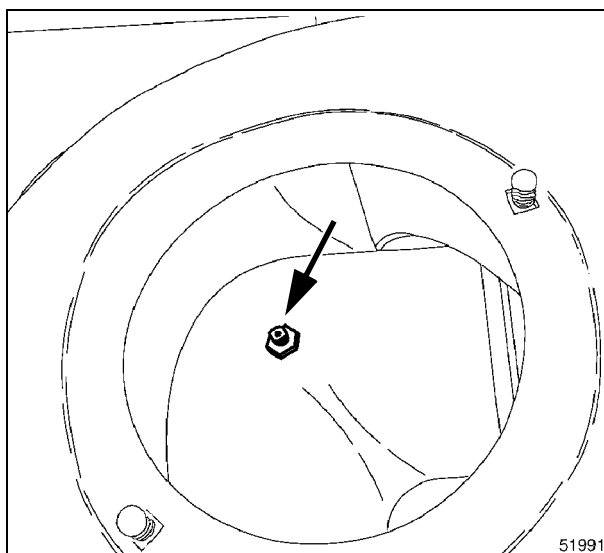

Рис. 22
17.)- Верхняя пара сопряженных конических шестерен разгрузчика бункера Рис. 22